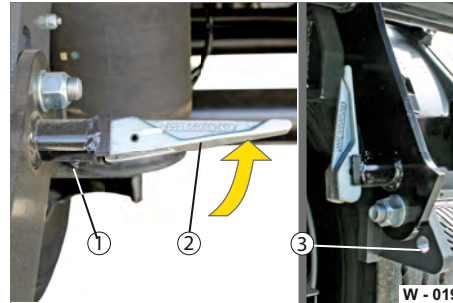
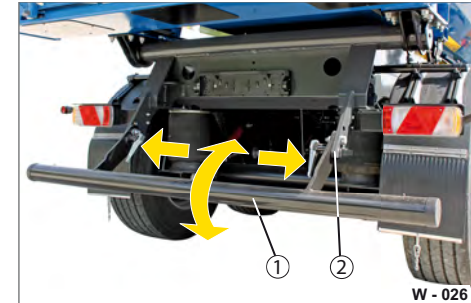

Abb. 19 Schmierstelle Unterfahrerschutz
Abb. 20 Unterfahrerschutz Verriegelung
- ▶ Entriegeln Sie den Unterfahrerschutz und säubern Sie ggf. die Bohrung (Abb. 19/3).
- ▶ Fetten Sie die Unterfahrerschutz-Lagerung am Schmiernippel (Abb. 19/1), bis zum Fettaustritt, ab.
Der Unterfahrerschutz (Abb. 20/1) muss in Fahrstellung ordnungsgemäß verriegelt werden können.
Die Verriegelungsbolzen (Abb. 20/2) müssen komplett in den Bohrungen (Abb. 19/3) einfahren können.